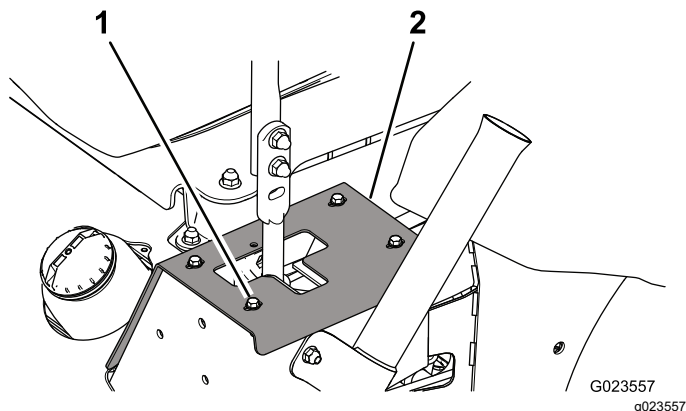

Bild 61
2. Nehmen Sie die Schrauben ab, mit denen die Anschlagplatten am Rahmen befestigt sind, um an die Befestigungsschrauben für den Stoßdämpfer zu gelangen (Bild 61).